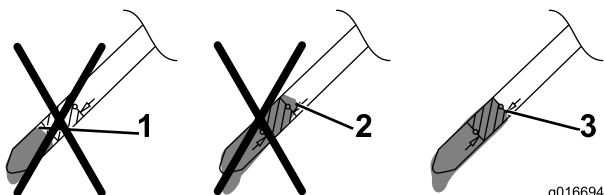

Figure 35
11. Sortez de nouveau la jauge et vérifiez le niveau d'huile ; voir Figure 35.
- Si le niveau d'huile est trop bas, ajoutez **lentement** une petite quantité d'huile dans le tube de remplissage, puis répétez les opérations 9 à 11 jusqu'à ce que le niveau d'huile soit correct, comme montré à la Figure 35.